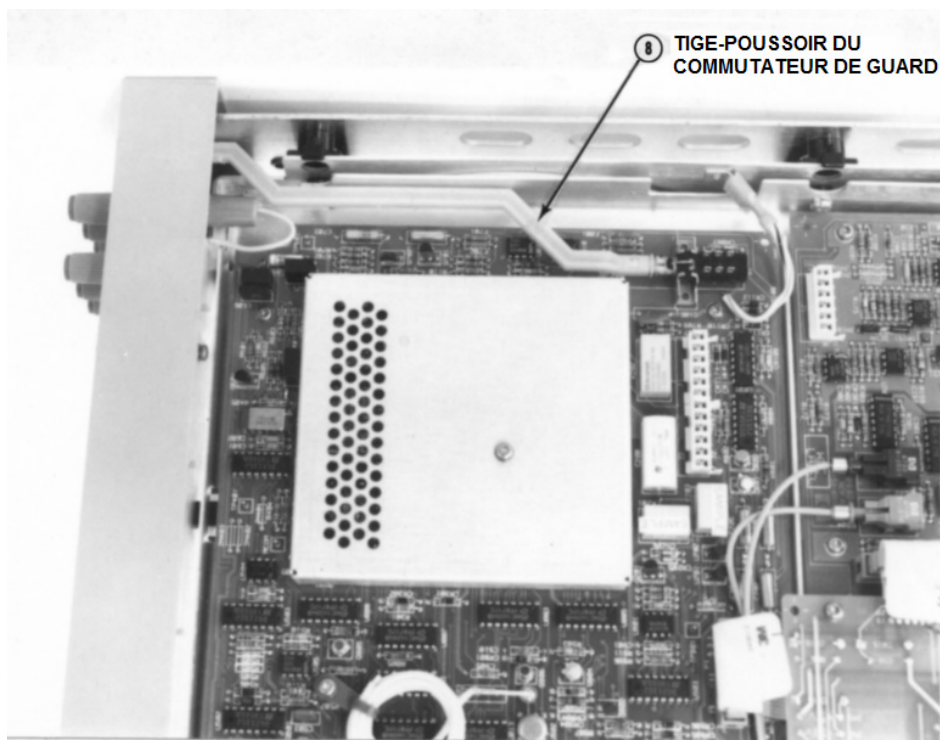

Figure C-6 Emplacement du commutateur GUARD et de sa tige-poussoir
- 2** Référez-vous à la **figure C-6**, Localisez la tige-poussoir du commutateur Guard. Si besoin est, utilisez un tournevis à lame plate comme levier pour la retirer. Configurez le commutateur dans la position souhaitée.